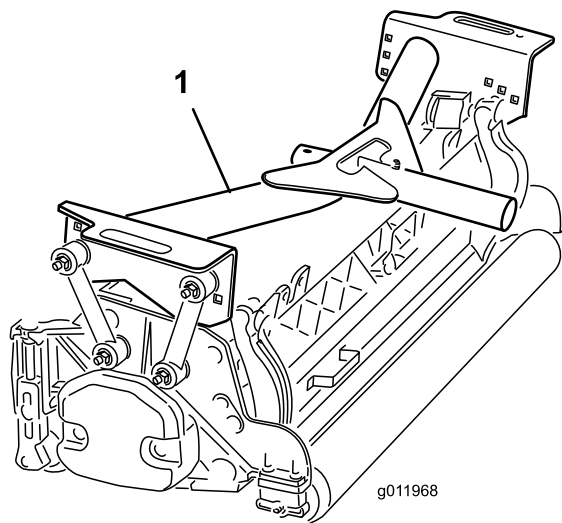

図 16
2. 前キャリアフレーム(図 16)を各前カッティングユニットに載せる。